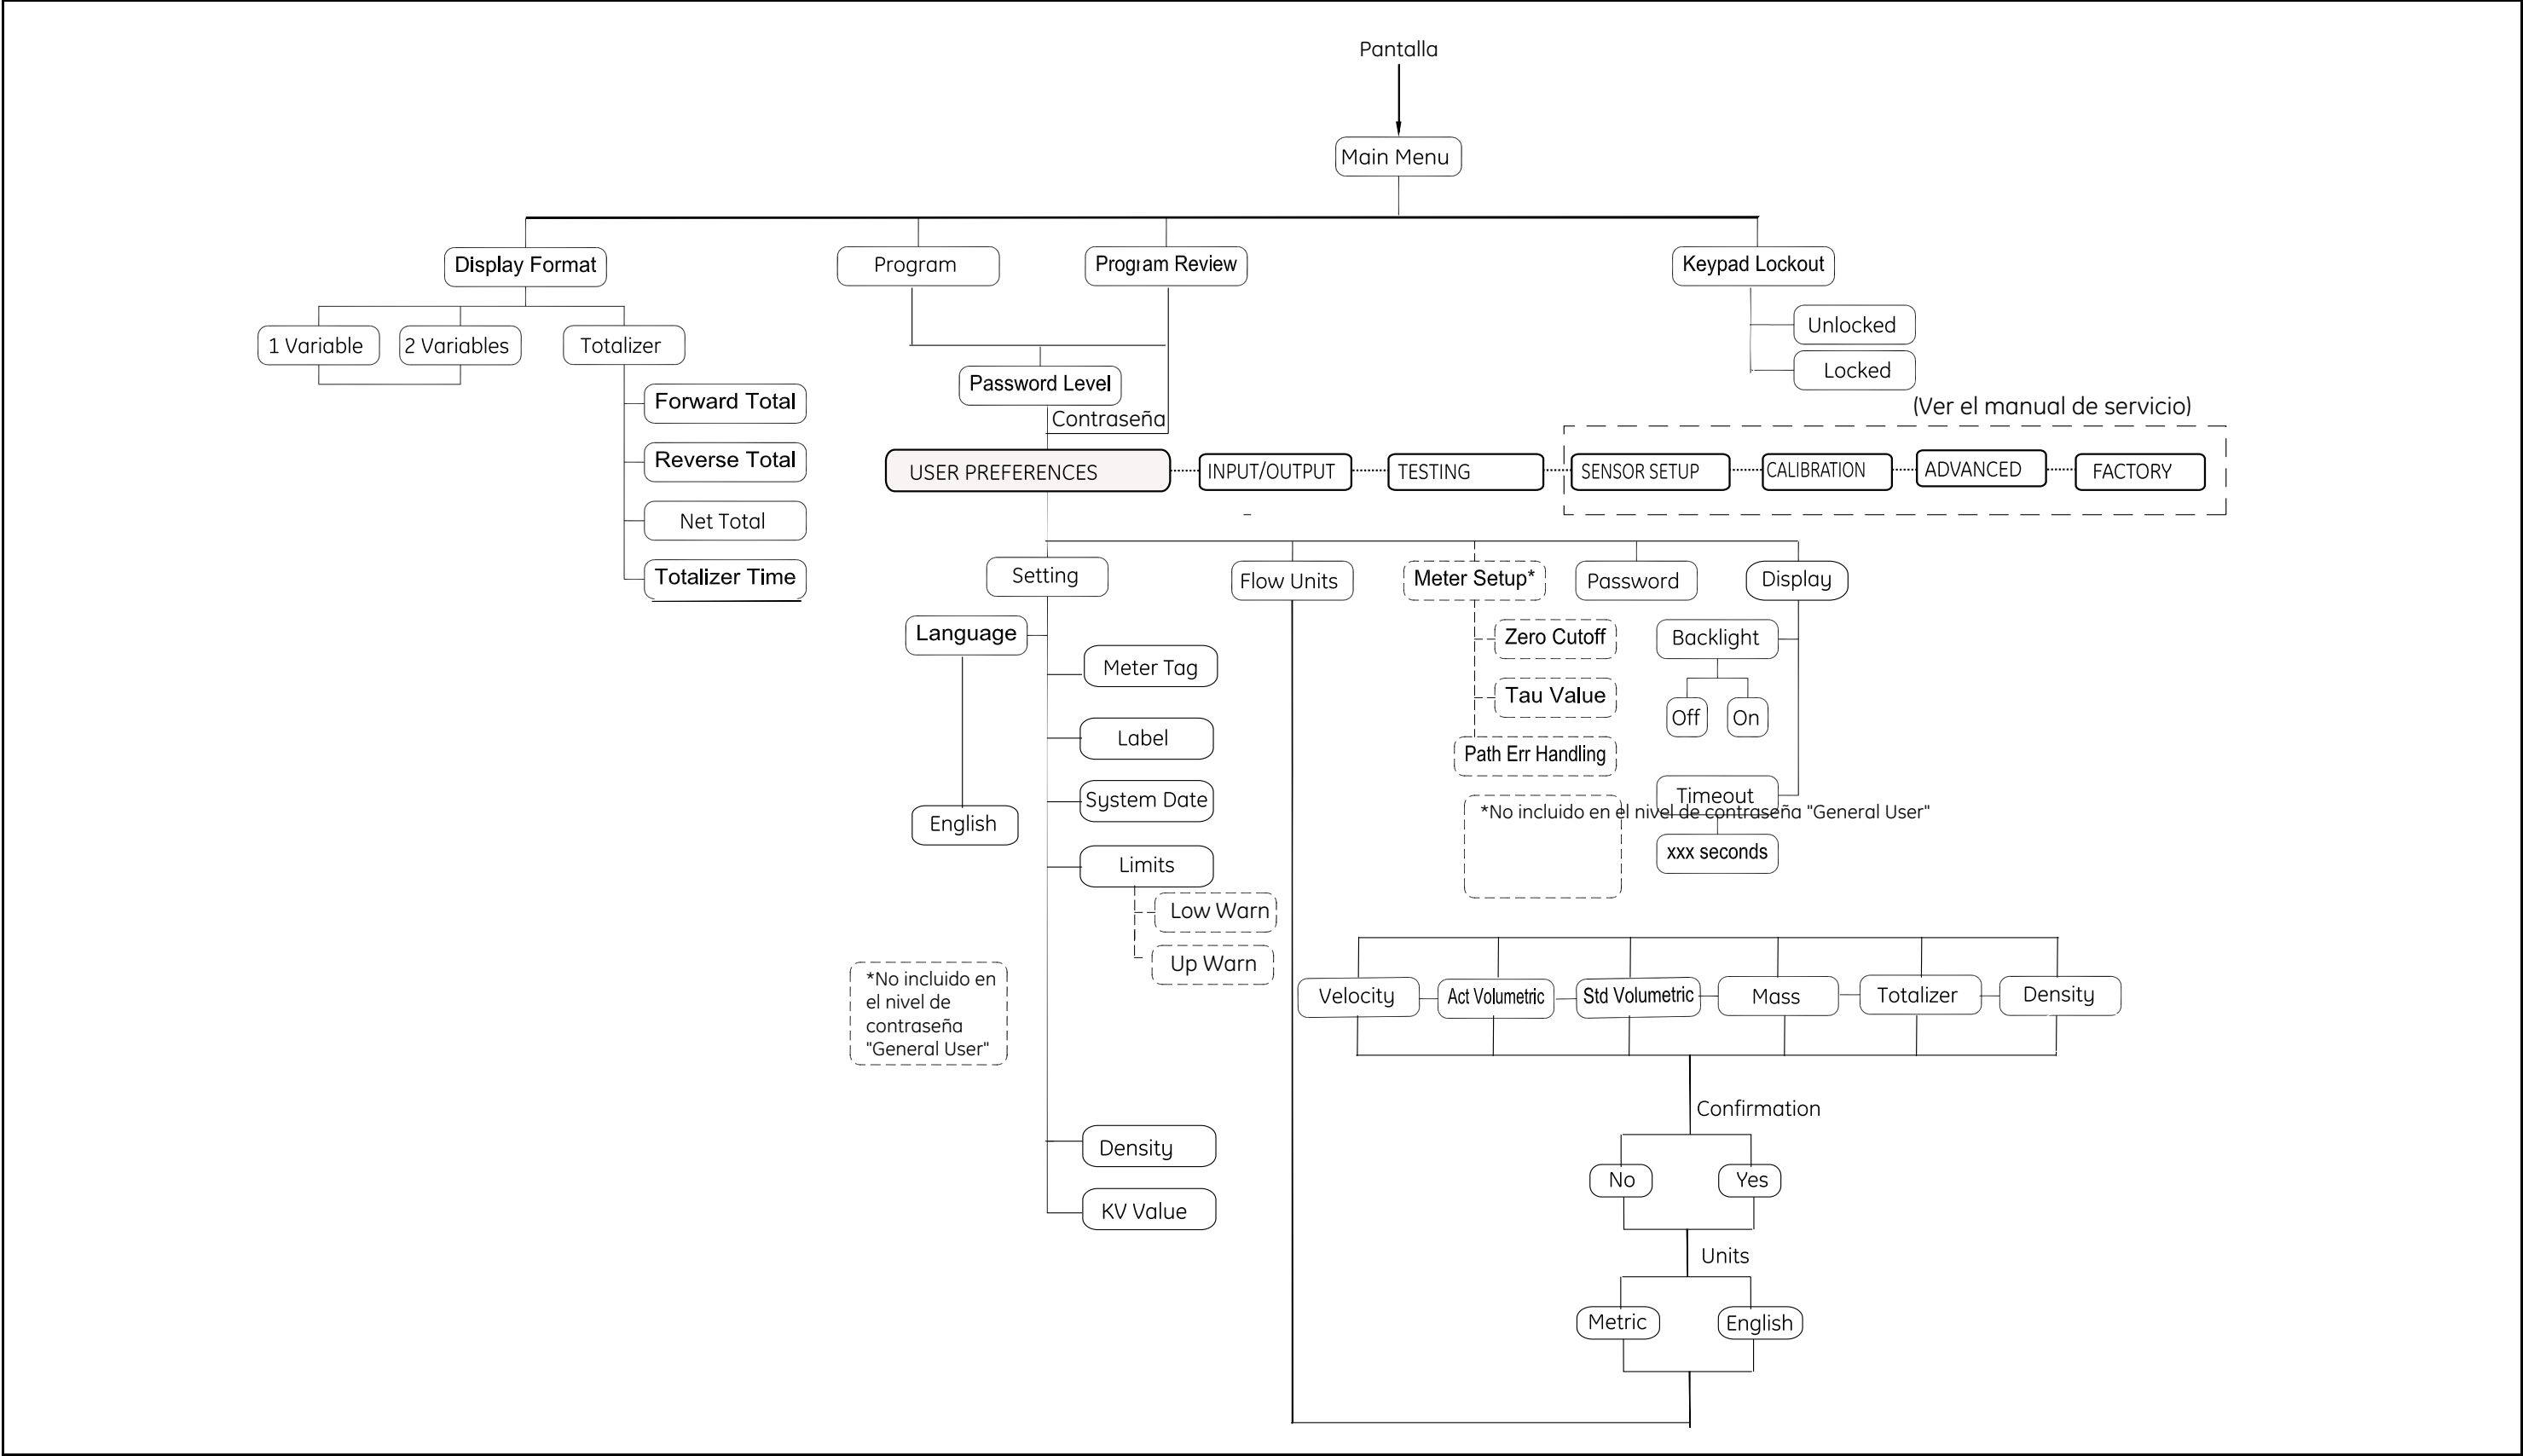

Figura 25: Mapa del menú Display
- Figura 25, “Mapa del menú Display,” en la página 81